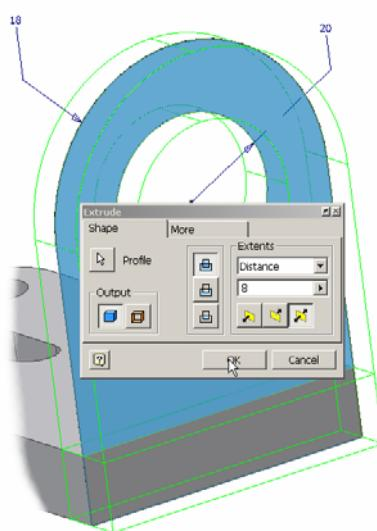

Figura 2.13.6.
- din lista **Extents** - opțiunea **Distance** - distanța de extrudare **8**, figura 2.13.6;